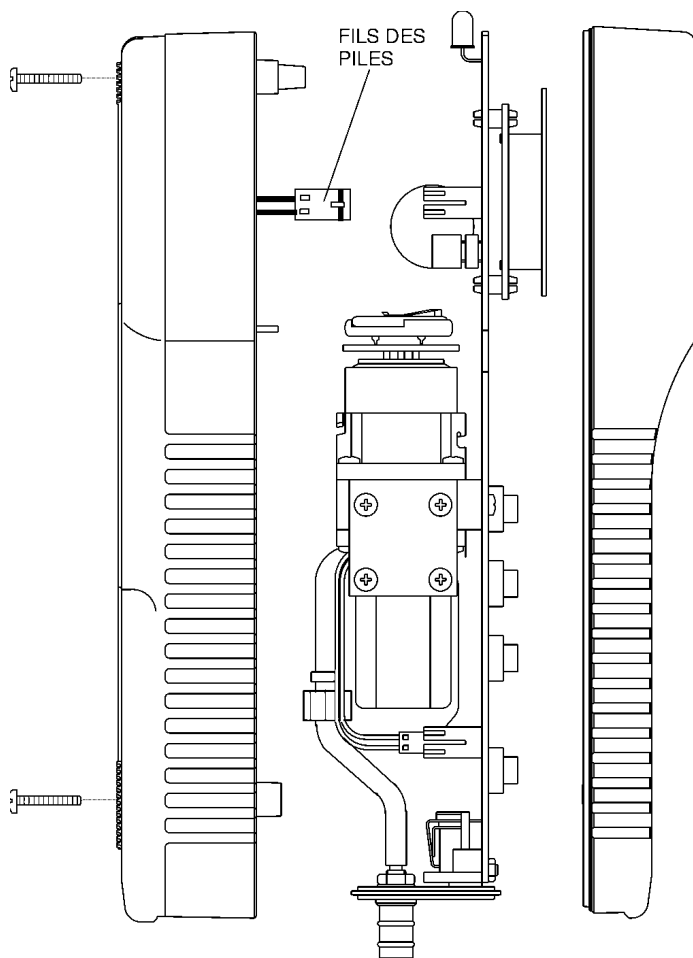

Figure 6-1. Démontage de l'analyseur
3. Soulevez attentivement le boîtier arrière de l'analyseur, débranchez les fils du compartiment des piles puis placez le boîtier arrière sur une surface de travail (consultez les figures 6-1 et 6-2).